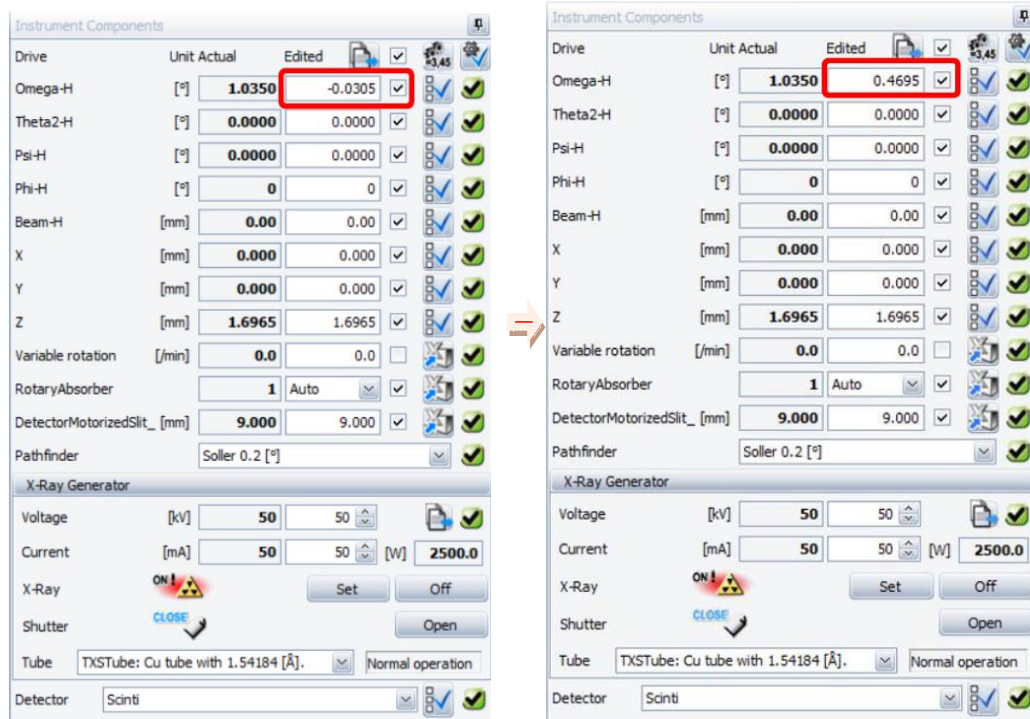

图6-22 设置掠入射角
6.9.4.2 设置掠入射角：将完成样品对光后自动记录的Omega角加上所需grazing角（ $0.1 \sim 1^\circ$ ），更新到左侧Omega-H方框中（图6-22，grazing角为 0.5° 时，Omega-H设定为： $-0.0305^\circ + 0.5^\circ = \mathbf{0.4695^\circ}$ ）；